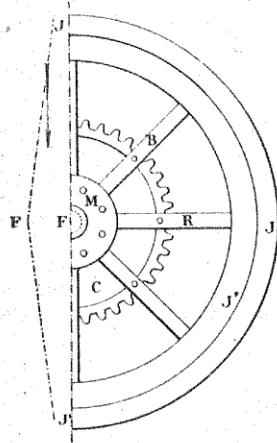

Fig. 14. — Demi-roue schématique.
tée (fig. 14). Donc rien à en dire, sinon qu'il ressemble à tous les *essieux* autour desquels tournent des roues. C'est un *essieu porteur*.
On appelle *moyeu* d'une roue la partie M de la figure 14 à l'intérieur de laquelle vient se loger la *fusée*. La fusée est la partie de l'essieu autour de laquelle la roue tourne (A, fig. 10). L'emploi des moyeux en bois n'a pas été continué dans l'automobile. On donne la préférence aux moyeux en acier coulé, en bronze ou en fer cémenté et trempé.
Les *rais* ou *rayons* sont en bois ou en métal (R, fig. 14). Les rais en métal, vulgarisés par l'emploi de la bicyclette, employés dans les premières voitures, sont remplacés aujourd'hui par les rais en bois.
nous le verrons plus loin. Les roues à rais métalliques sont plus légères que les roues en bois et résistent mieux aux efforts. Une mode déplorable empêche de les adopter. On donne le nom d'*écuateur* à l'inclinaison donnée aux rais pour permettre à la roue de résister aux poussées latérales (virages etc.). L'écuateur est figurée (fig. 14) par les lignes JF et FJ; la roue étant vue non plus de face, mais de profil. On tend à l'abandonner de plus en plus et avec juste raison.
Les jantes sont les cercles qui constituent la circonférence de la roue. En métal, sur les roues à rayons d'acier, elles sont en bois sur les autres (J'), mais, dans ce cas, toujours doublées d'un cercle de fer (J) (fig. 14). La nécessité de fixer un bandage de caoutchouc impose aux jantes des automobiles une forme spéciale représentée par la figure 11, qui permet aux talons des pneumatiques de s'encastrer solidement. C'est là une des formes les plus employées, et les autres types diffèrent peu de ce profil *en gouttière*. Les jantes doivent être toujours peintes. En cas contraire, elles se rouillent, et la rouille atteint et ronge les talons de caoutchouc. *Leurs bords doivent être lisses et arrondis sous peine de couper ces*
Parfois, la roue craque parce que les boulons qui passent dans les trous du moyeu M (fig. 14) ne sont pas assez serrés. Il faut qu'ils soient toujours bloqués (fig. 15).